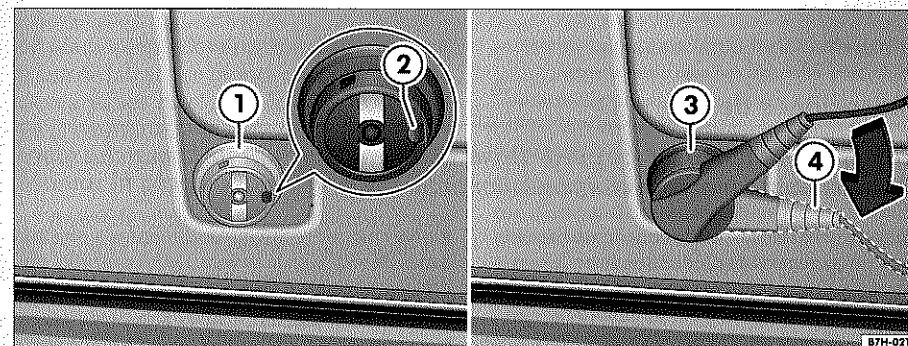

Fig. 84 Toma de corriente MagCode en la parte derecha del maletero
- Inserte el conector redondo MagCode ⇒ fig. 84 ③ en la toma de corriente MagCode ①, tal y como se representa en la figura.
- Gire el conector MagCode en la dirección de la flecha hasta que encastre ④. El conector queda en la posición correcta gracias a la muesca que hay en la toma de corriente MagCode ② y al imán permanente integrado en el conector MagCode.